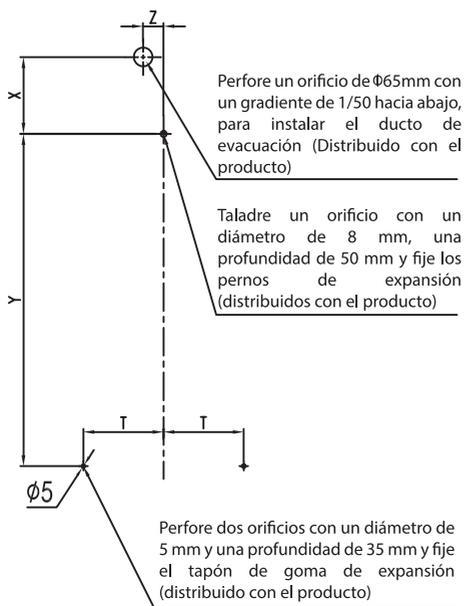

Figura 4
- Taladre el orificio según la medida en la Figura 4 y fije el tornillo de expansión M6.